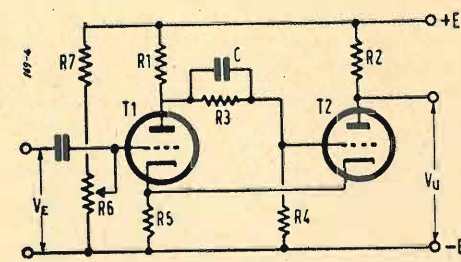

Fig. 2. — Schema del commutatore elettronico.
gamente usato nei contatori elettronici; ma che, per quanto ci consta, non è stato mai usato nei frequenziometri a lettura diretta. Lo schema di principio di un discriminatore è riportato nella fig. 2. Senza entrare in una descrizione particolareggiata del funzionamento di questo circuito che può trovarsi in ogni buon libro di tecnica elettronica (2), ci limitiamo a ricordare che, a seconda della tensione della griglia del triodo T_1 si hanno due funzionamenti stabili. Se questa tensione è inferiore ad un certo valore V_0 è conduttore T_2 , mentre T_1 è interdetto, e la tensione V_u è eguale a circa: